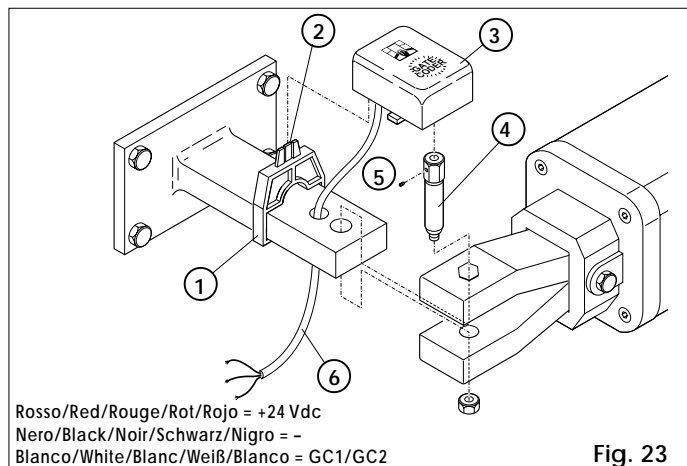

Fig. 23
Effectuer l'installation du Gatecoder (voir Fig.23) en suivant les instructions suivantes :
- praticué sur la patte comme indiqué en figure 23.